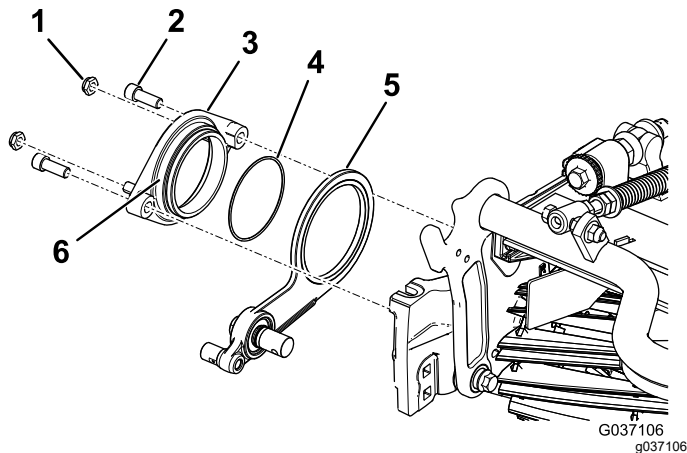

图 9
3. 在枢轴轮毂组件外径上涂抹防粘剂  图 9。
4. 用 2 个内六角螺栓将枢轴轮毂固定到滚刀的怠轮总成上 图 9。
5. 将 2 个锁紧螺母松松地安装到枢轴轮毂上 图 9。